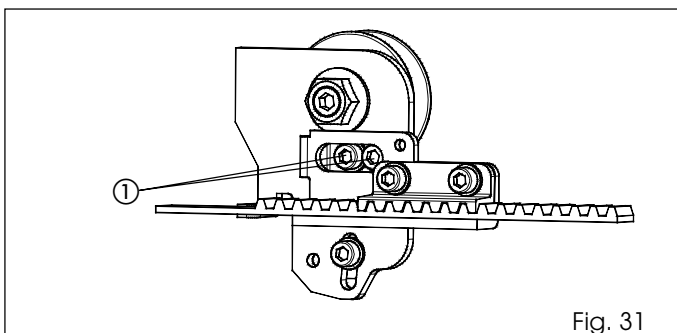

Fig. 31
- Allentare le due viti (fig. 31 rif. ①) su entrambi i carrelli.